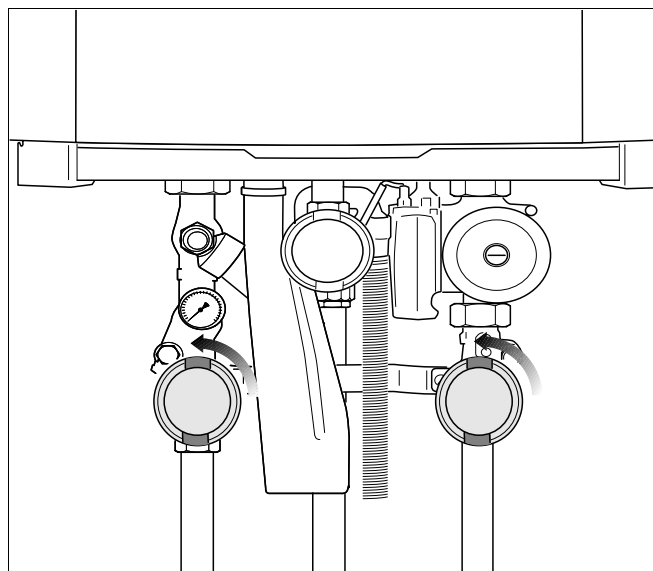

Fig. 59 Serviceafsluiters openen (hier in geopende stand)
- Serviceafsluiters op de cv-aanvoer- en retourleiding (→ fig. 59) openen (geopende stand: parallel aan de leiding).